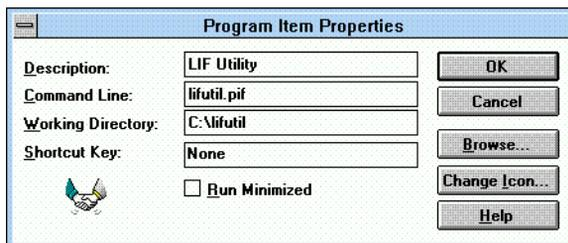

Figura 24 Impostazioni per l'icona del programma LIF in Program Manager
- 3 Dopo aver salvato il file PIF per la funzione LIF, aggiungerlo come icona nel gruppo ChemStation per renderlo attivo; andare sullo schermo Program Manager di Windows e selezionare File/New/Program. Compilare la finestra come mostrato nella Figura 24.